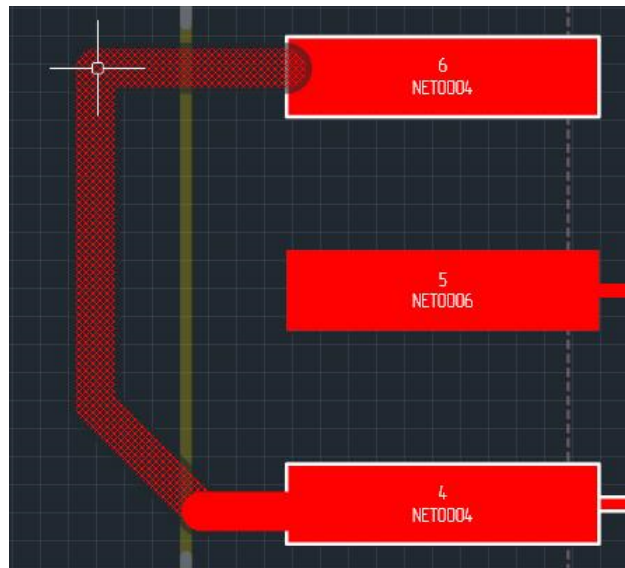

Рис. 260 Перемещение конечной точки сегмента
3. Нажмите левую кнопку мыши и, удерживая ее, переместите курсор. При этом выбранный сегмент и соседний с ним будут проложены заново, см. Рис. 260.